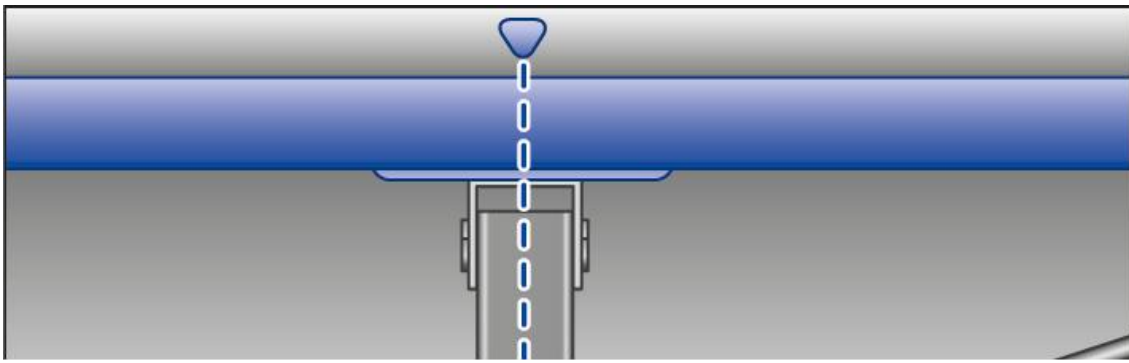
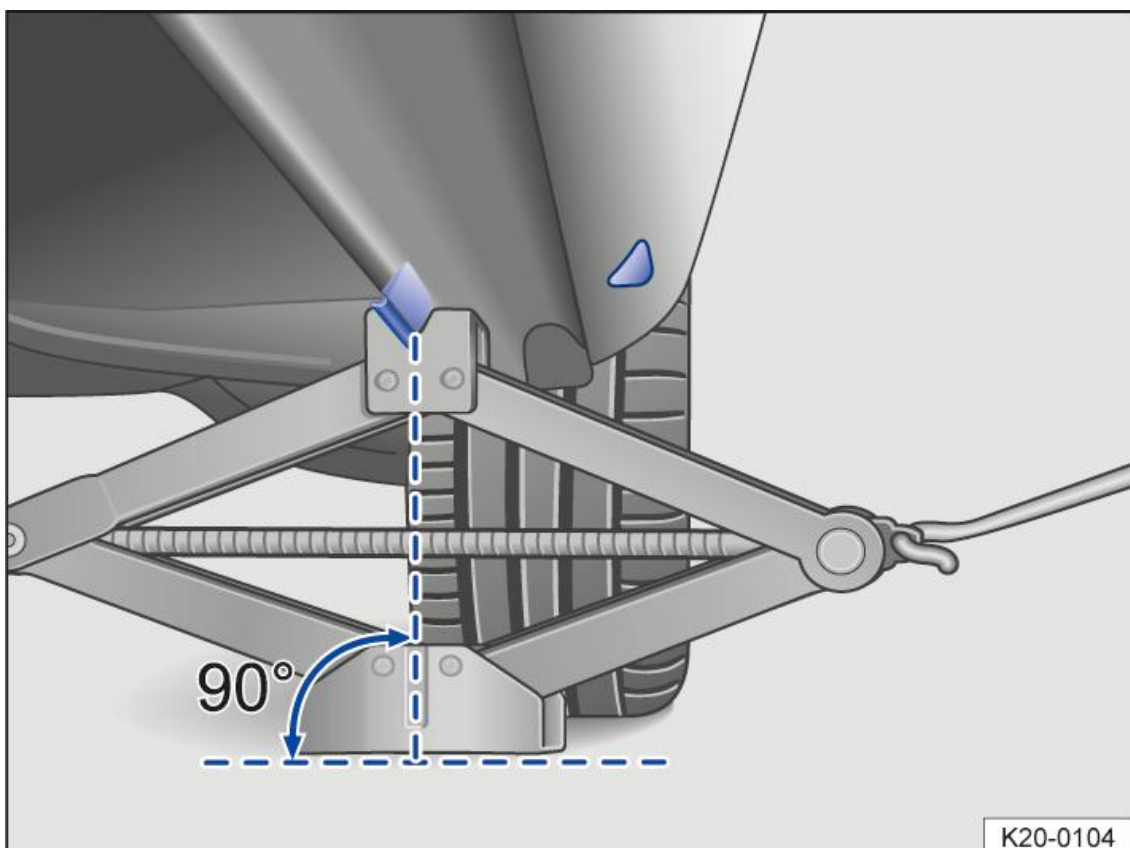

Fig. 2 Posizione corretta del cric
Fig. 3 Cric applicato nella zona posteriore sinistra del veicolo
10. Accertarsi che la base del cric poggi bene a terra in tutta la superficie e che si trovi esattamente sotto il punto di appoggio prescritto *→ fig. 2* e *→ fig. 3*.
11. Posizionare il cric e far salire ulteriormente la staffa in modo che si inserisca nel punto di appoggio che si trova sotto il veicolo *→ fig. 3*.
- Collocare il cric solo nei punti di alloggiamento descritti. La staffa del cric deve far presa sulla sporgenza della longarina inferiore in modo corretto e sicuro *→ fig. 3*.